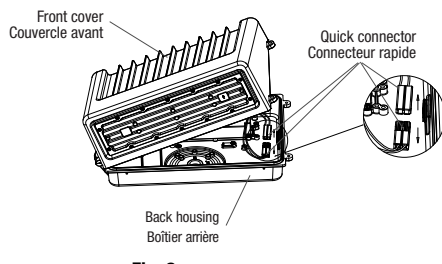

Fig. 2
2. Open the luminaire, disconnect the quick connector and remove the front cover (Fig. 2).
2. Ouvrir le luminaire, déconnecter le connecteur rapide et enlever le couvercle avant (Fig. 2).